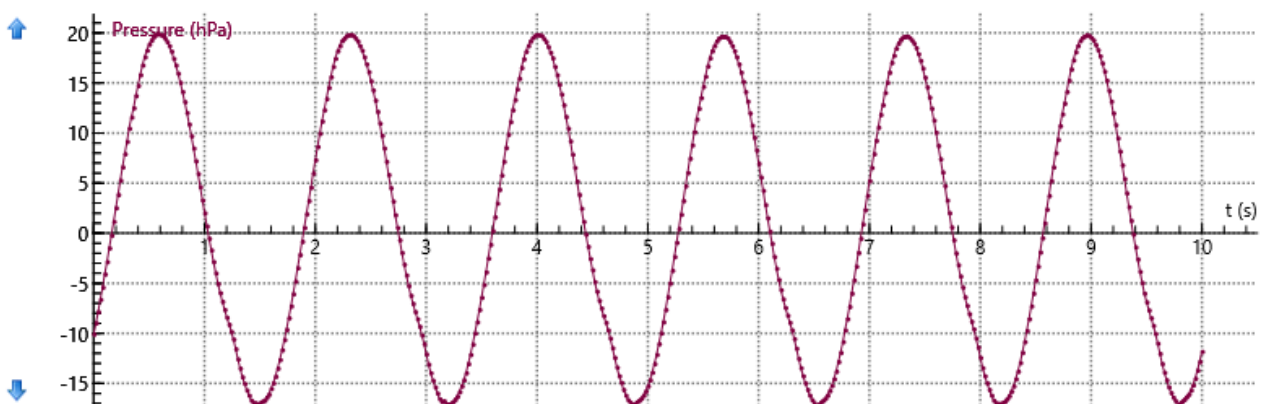

Fig. 1 Courbe de pression dans le moteur Stirling D
- Évaluez la courbe de mesure (fig. 1).